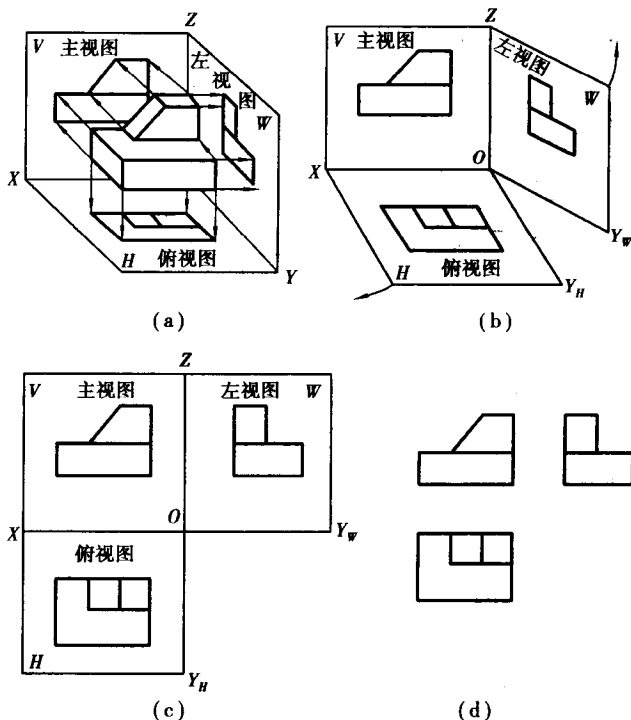

图 2.6 三个视图的形成
将物体放在三投影面体系中,采用正投影的方法,分别向三个投影面投影,即向正面(前面)、水平面(地面)、侧面(右面)投影,就得到了物体的三个投影,这三个投影就叫物体的三视图,如图 2.6(a)所示。
为了画图和看图的方便,把三个投影面展开成一个平面,其方法是:正面不动,水平面绕 OX 轴向下(后)旋转 90° 度;侧面绕 OZ 轴向右(后)旋转 90° 度。如此,其三个视图也就在一个平面上了,并且,俯视图在主视图的下方,左视图在主视图的右方,这叫标准位置摆放三个视图,如图 2.6(b),(c)所示。
实际画图时,不必画出投影轴和投影面,只画视图。并且,如按标准位置摆放三个视图时,一律不标视图的名称,如图 2.6(d)所示。
从图 2.6 中,可看出,所谓的三视图,实际上就是物体,在相应投影方向上的轮廓线,并且,物体在相应投影方向上的轮廓线,要不多不少地画完,投影方向上看不见的轮廓线,用虚线表示。
(2)位置关系。以主视图为主,俯视图在主视图的正下方,左视图在主视图的正右方,并且视图要互相对齐、对正,不能错开,更不能倒置,如图 2.6(d)所示。